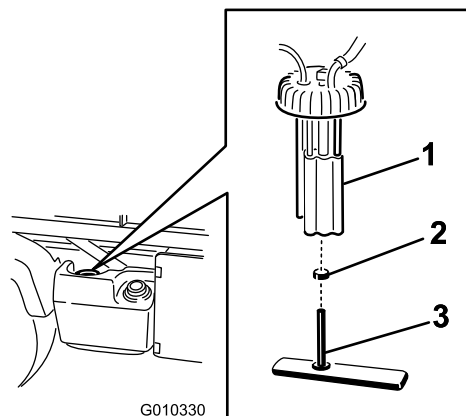

図 44
2. 燃料ポンプからワイヤハーネスのコネクタを外す (図 44)。
3. ホースのクランプをゆるめ、燃料ポンプキャップから燃料ラインを外す (図 44)。
4. 燃料タンクの上についている燃料ポンプのキャップ (ねじ込み式) を外す (図 44)。
5. タンクから、燃料ポンプアセンブリと燃料フィルタを外す (図 44)。
6. 燃料フィルタのホースを燃料ポンプのフィッティングに固定しているクランプを外す。フィッティングからホースを取り外す (図 44)。